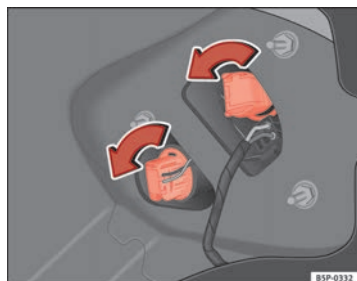

Fig. 194 Feux sur la carrosserie
- Tournez la douille d'ampoule vers la gauche ⇒ fig. 194.